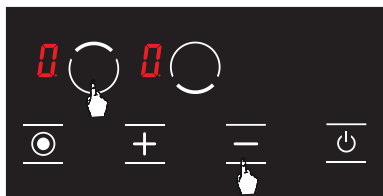

Рисунок 14
1. Одновременно нажмите кнопку выбора нижней конфорки () и кнопку минуса (), вы услышите короткий звуковой сигнал. (см. Рисунок 14) Затем поднимите пальцы с панели управления плиты.